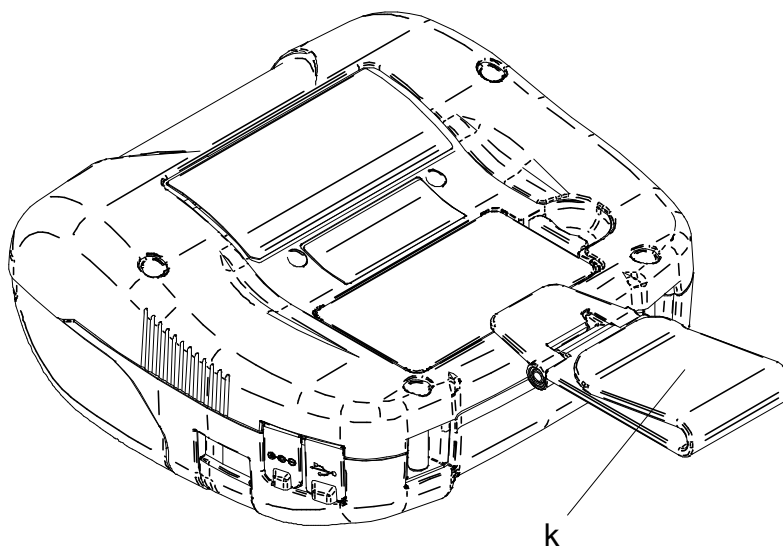

Abbildung 14-3 Anbringung des Gürtelclips (3)
(5) Legen Sie das Akkupaket in den Drucker ein.
(6) Hängen Sie den Teil „k“ des Gürtelclips wie in Abbildung 14-3 gezeigt an Ihren Gürtel.